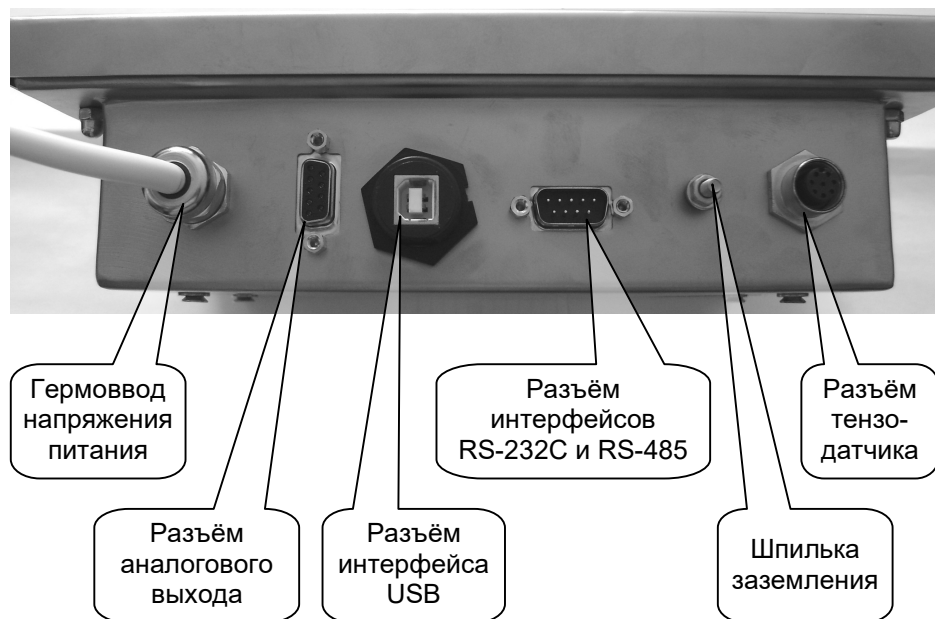

Рис. 4.3. Вид Преобразователя со стороны панели разъёмов и гермовводов.
На Рис. 4.3 изображён вид Преобразователя со стороны панели разъёмов и гермовводов.
5.1. Подключить датчик весоизмерительный тензорезисторный к соответствующему разъёму Преобразователя (см. Рис. 4.3, стр. 7). Назначение и расположение контактов разъёма для подключения тензодатчика приведено в разделе 38.1 на стр. 34 Руководства.
5.2. Если требуется, подключите кабель внешнего последовательного интерфейса к соответствующему разъёму Преобразователя (см. Рис. 4.3, стр. 7). Назначение контактов разъёма интерфейсов RS-232C и RS-485 и схемы интерфейсных кабелей приведены в разделе 38.2 на стр. 35 Руководства.
5.3. Если требуется, подключите аналоговый выход Преобразователя к внешнему устройству. Расположение разъёма аналогового выхода см. на Рис. 4.3, стр. 7, назначение контактов разъёма аналогового выхода см. в разделе 38.3, стр. 37.
5.4. Подключите Преобразователь к цепи заземления через соответствующую шпильку (см. Рис. 4.3, стр. 7).